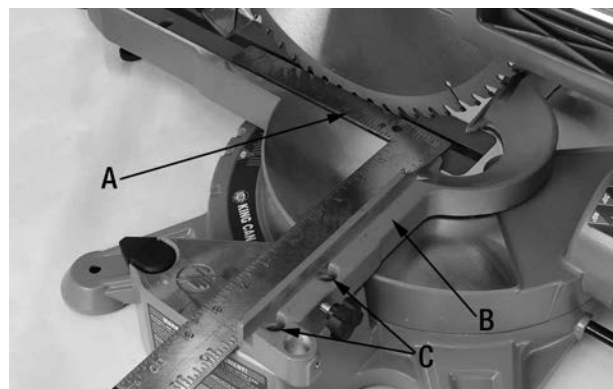

FIGURE 13
7. Placez une équerre (A) Fig.13 contre le guide (B) et la partie à plat de la lame.
10. Desserrez les deux boutons de verrouillage qui retiennent les extensions du guide, retirez les extensions du guide en les glissant vers l'extérieur. Désérrez les boulons à tête cylindrique (C) Fig.13 des deux côtés du guide. Positionnez le guide contre l'équerre et reserrez les boulons à tête cylindrique.